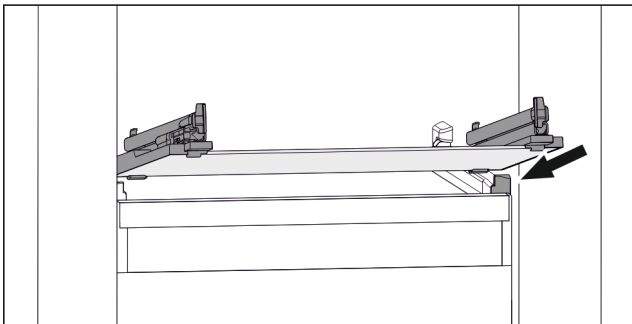

Fig. 101 Lasihyllyn esimerkinomainen kuvaus
- ▶ Aseta lasihylly vinosti rajoittimien taakse. (katso Fig. 101)